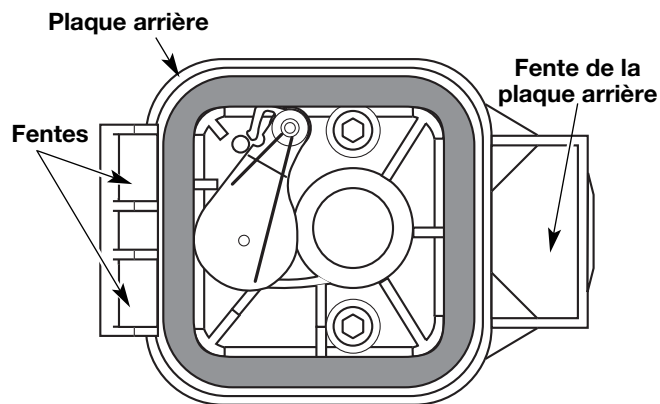

Fig. 31
6. Remplacez le filtre (Fig. 31).
7. Réinstallez le couvercle du filtre à air. Placez les crochets à gauche du filtre à air dans les fentes à gauche de la plaque arrière (Fig. 31).
8. Pivotez le couvercle vers la droite jusqu'à ce que la languette du couvercle du filtre s'enfonce d'un déclic dans la plaque arrière (Fig. 31).